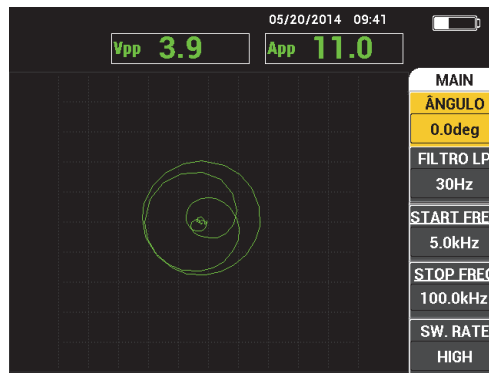

Figura 5-5 Tela varredura PC
No modo varredura *pitch-catch* (PC), a sonda é excitada por um sinal que é varrido a partir de um ponto de frequência inicial e final. O sinal exibido representa a frequência de excitação da varredura (veja Figura 5-5 na página 86).